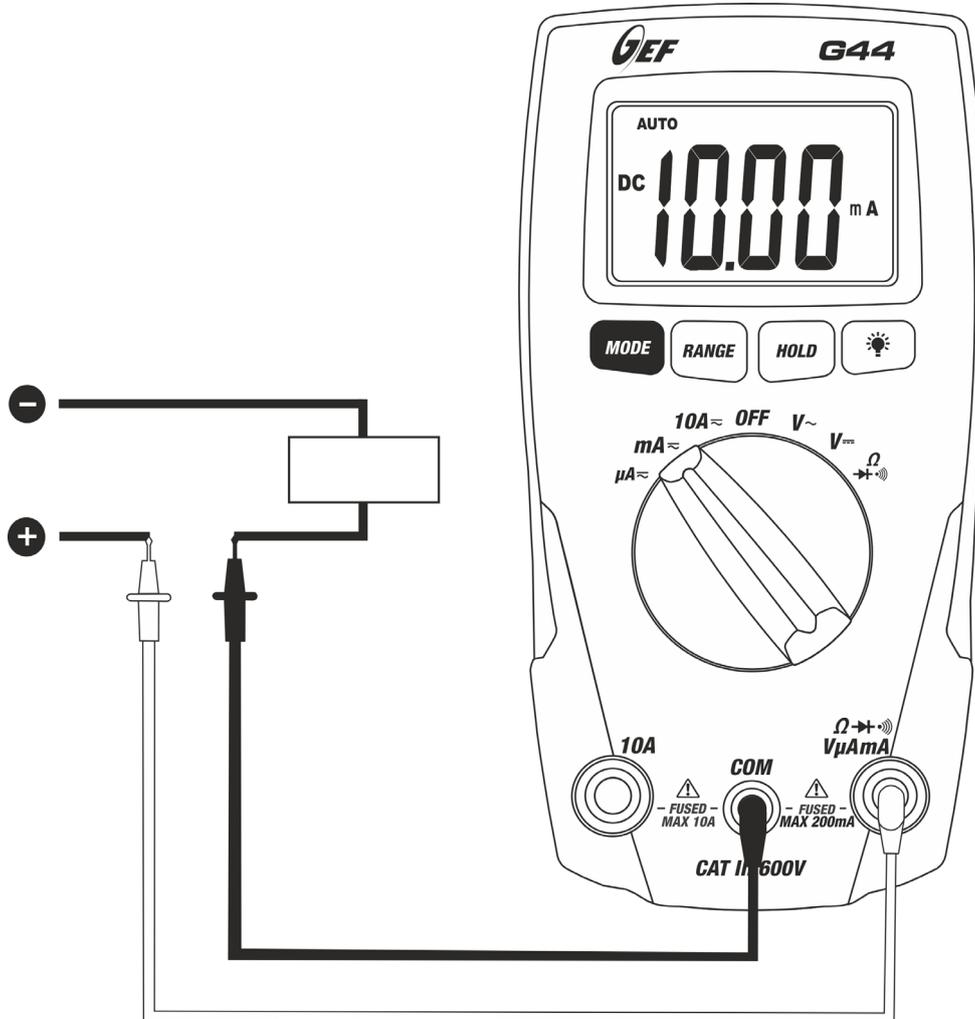

Fig. 6: Uso del instrumento para medida de Corriente CC
5. Conecte la punta roja y la punta negra en serie al circuito del que se quiere medir la corriente respetando la polaridad y el sentido de la corriente (vea Fig. 6).
8. La visualización del símbolo “-” en el visualizador del instrumento indica que la corriente tiene sentido opuesto respecto a la conexión de Fig. 6.